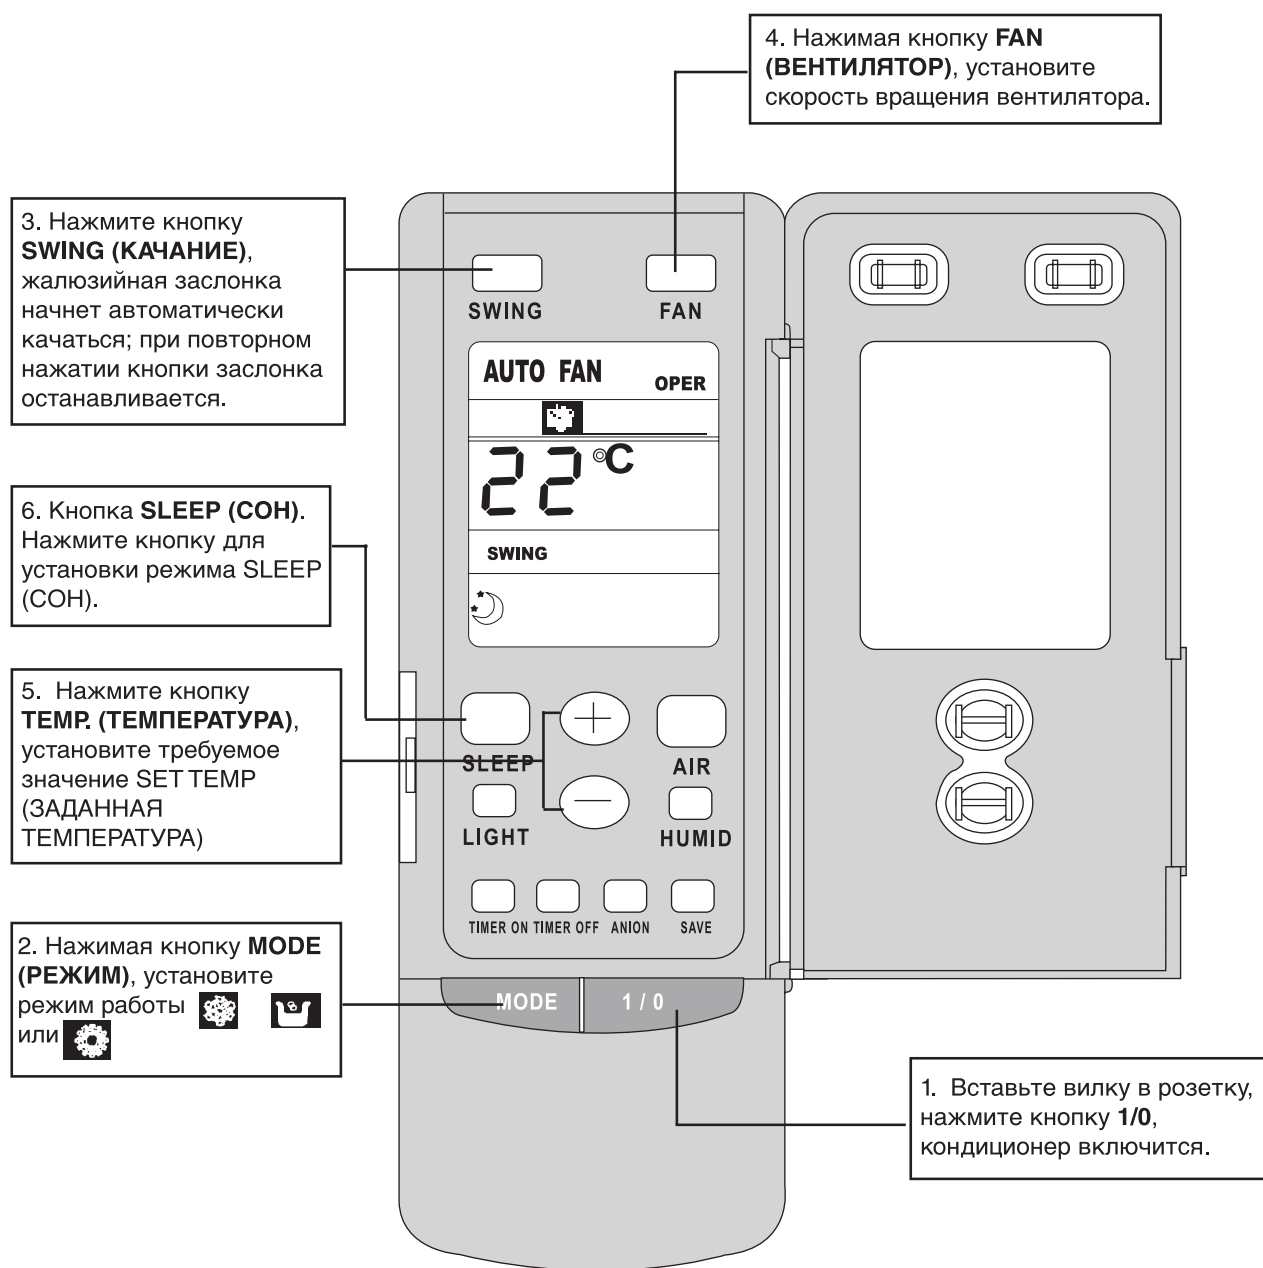

Рис. 7.6.7
h) Работа в режиме СОН (рис. 7.6.7).